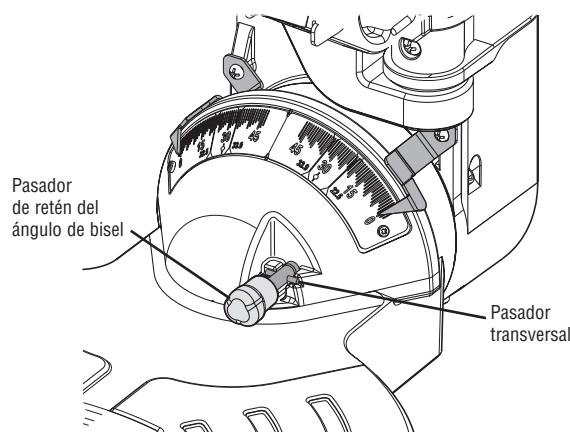

Figura 52. Pasador transversal desacoplado para el intervalo completo de cortes en bisel
- La sierra tiene un pasador de retén del ángulo de bisel que sólo se puede acoplar a 33.9° a la izquierda o a la derecha. Éste es el ángulo de bisel requerido cuando se corta moldura de corona con un “ángulo de resorte” de 38° plana sobre la mesa. NOTA: Si el pasador de retén de bisel se acopla automáticamente a 33.9° e impide la inclinación de la sierra a otro ángulo, simplemente jálelo hasta la parte delantera y rote su pasador transversal 1/4 de vuelta para que descance en la posición desacoplada. Si el pasador se está atorando en el interior, incline y oscile el cabezal de la sierra de un lado a otro mientras lo jala (vea la figura 52).